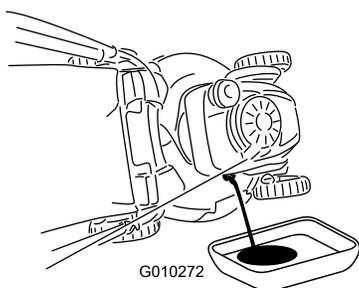

Figure 39
7. Basculez la machine sur le côté, tube de remplissage en bas, pour vidanger l'huile usagée dans le bac de vidange par le tube de remplissage (Figure 39).